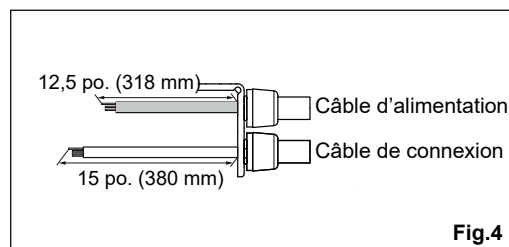

Fig.4
- (4) Ajustez la longueur du câble de raccordement. Connectez-le ensuite à la plaque à bornes. (Fig.4)